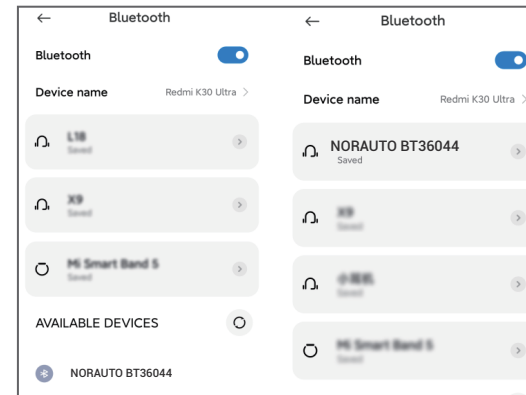

Figure 3
3. **Connexion aux appareils Android :** Accédez aux réglages Bluetooth de votre téléphone et recherchez l'appareil « **NORAUTO BT36044** », puis cliquez dessus pour vous connecter. Voir Figure 3.
3. **Android-Geräte anschließen:** Gehen Sie zu den Bluetooth-Einstellungen Ihres Telefons, suchen Sie nach dem Gerät **„NORAUTO BT36044“** und klicken Sie auf das Gerät, um es zu verbinden. Siehe Abbildung 3.